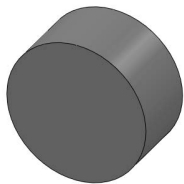

图 3-47 打开零件实体模型
- (1) 打开配书光盘中的初始文件“Z3L3.prt”，实体模型如图 3-47 所示。